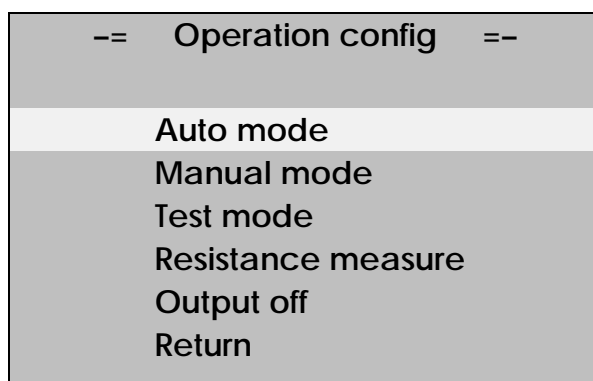

Рисунок 3.5
3.4.4 Меню настройки режима работы «**Operation config**» состоит из следующих команд (рисунок 3.5):